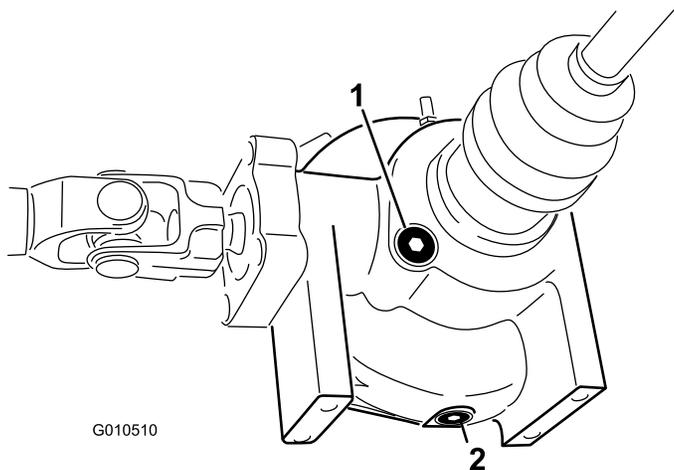

Figura 49
2. Limpe a área em torno do bujão de dreno na parte lateral do diferencial (Figura 49). Coloque um recipiente de escoamento debaixo do tampão de escoamento.